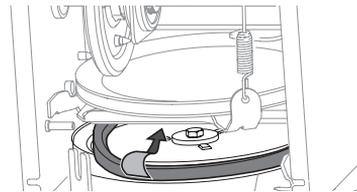

Figure 85
7. Enlevez la courroie de la poulie des tarières, puis placez la courroie entre le support et la poulie des tarières. Voir Figure 85.